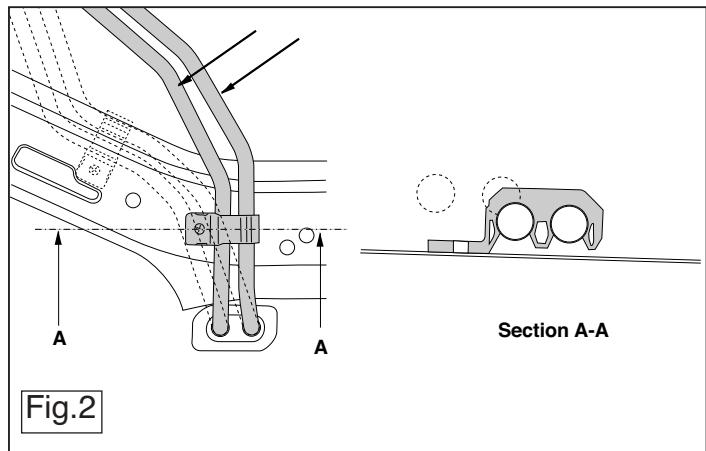

Fig.2
7. Поставить кронштейн Е и закрепить его в точках F. Затянув крепежный материал не до конца. Если провода проходят так, как указано на рис. 2, их следует загнуть таким образом, чтобы они не задевали буксирный крюк и остальные части автомобиля. **БУДЬТЕ ВНИМАТЕЛЬНЫ**, чтобы не повредить никаких деталей!